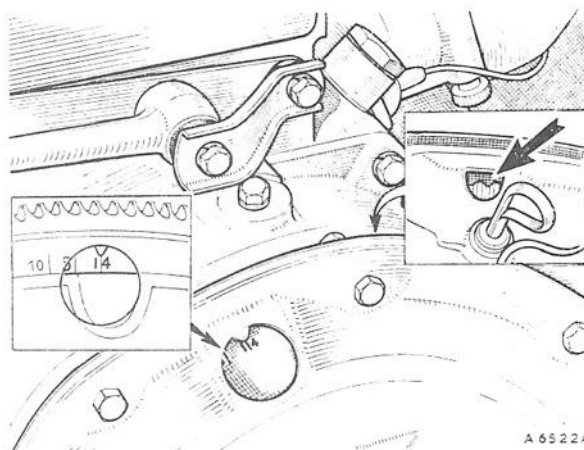

Fig. Ba.1
- 3) De tre indstillingsmærker på vædskekoblingen (fig. Ba.1) kan ses, når man fjerner gummimanchetten på vædskekoblingens endedæksel.